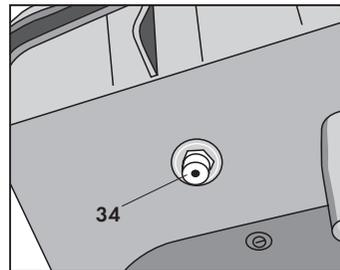

Fig. 29
- c) Svitare il tappo di scarico (40) (Fig. 29). Far fuoriuscire l'acqua rimasta in caldaia.